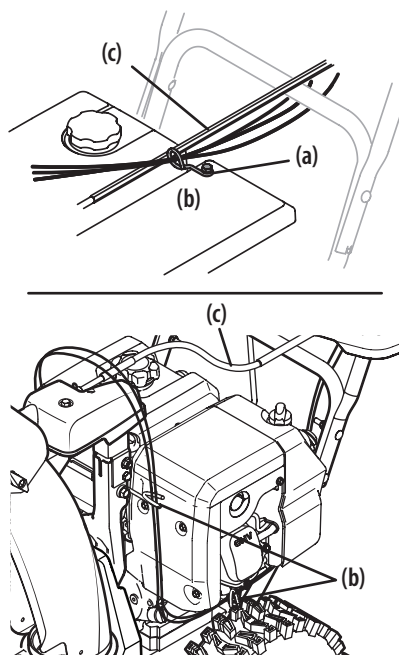

Figure 2-41
Les câbles de la commande de goulotte passent dans un guide-câble (a) situé sur le moteur ou dans deux guides-câbles (b) situés sur le côté gauche de l'appareil. Voir Figure 2-41.
- Modèles avec guide-câble monté sur le moteur (a)** - Vérifiez que tous les câbles sont correctement installés dans le guide-câble situé sur la partie supérieure du moteur. Voir Figure 2-41.
- Modèles avec guide-câbles montés sur le côté (b)** - Vérifiez que tous les câbles sont correctement installés dans le guide-câble situé sous le côté gauche du moteur et dans le guide-câble situé sous la tête de la commande de la goulotte. Voir Figure 2-41.